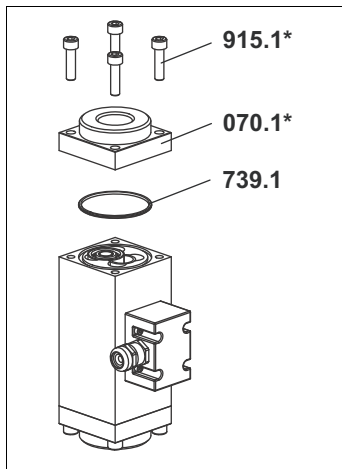

Abb. 1
1. Zylinderschrauben **915.1\*** entfernen, Abschlussdeckel **070.1\*** und O-Ring **739.1** abnehmen, siehe Abb. 1, Seite 26.